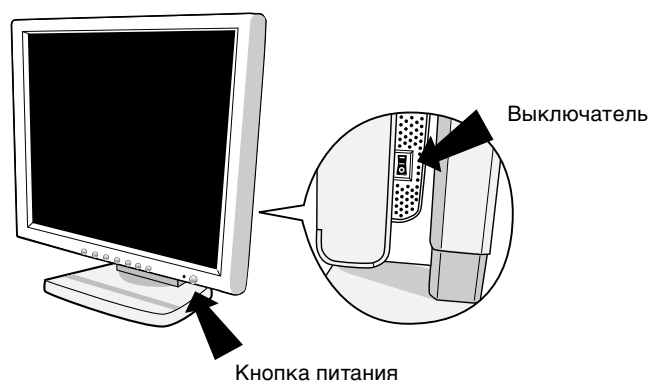

Рисунок D.1
5. Убедитесь, что выключатель с правой стороны монитора установлен в положение ON (ВКЛ). Включите монитор с помощью кнопки питания (**Рисунок D.1**) и компьютер.